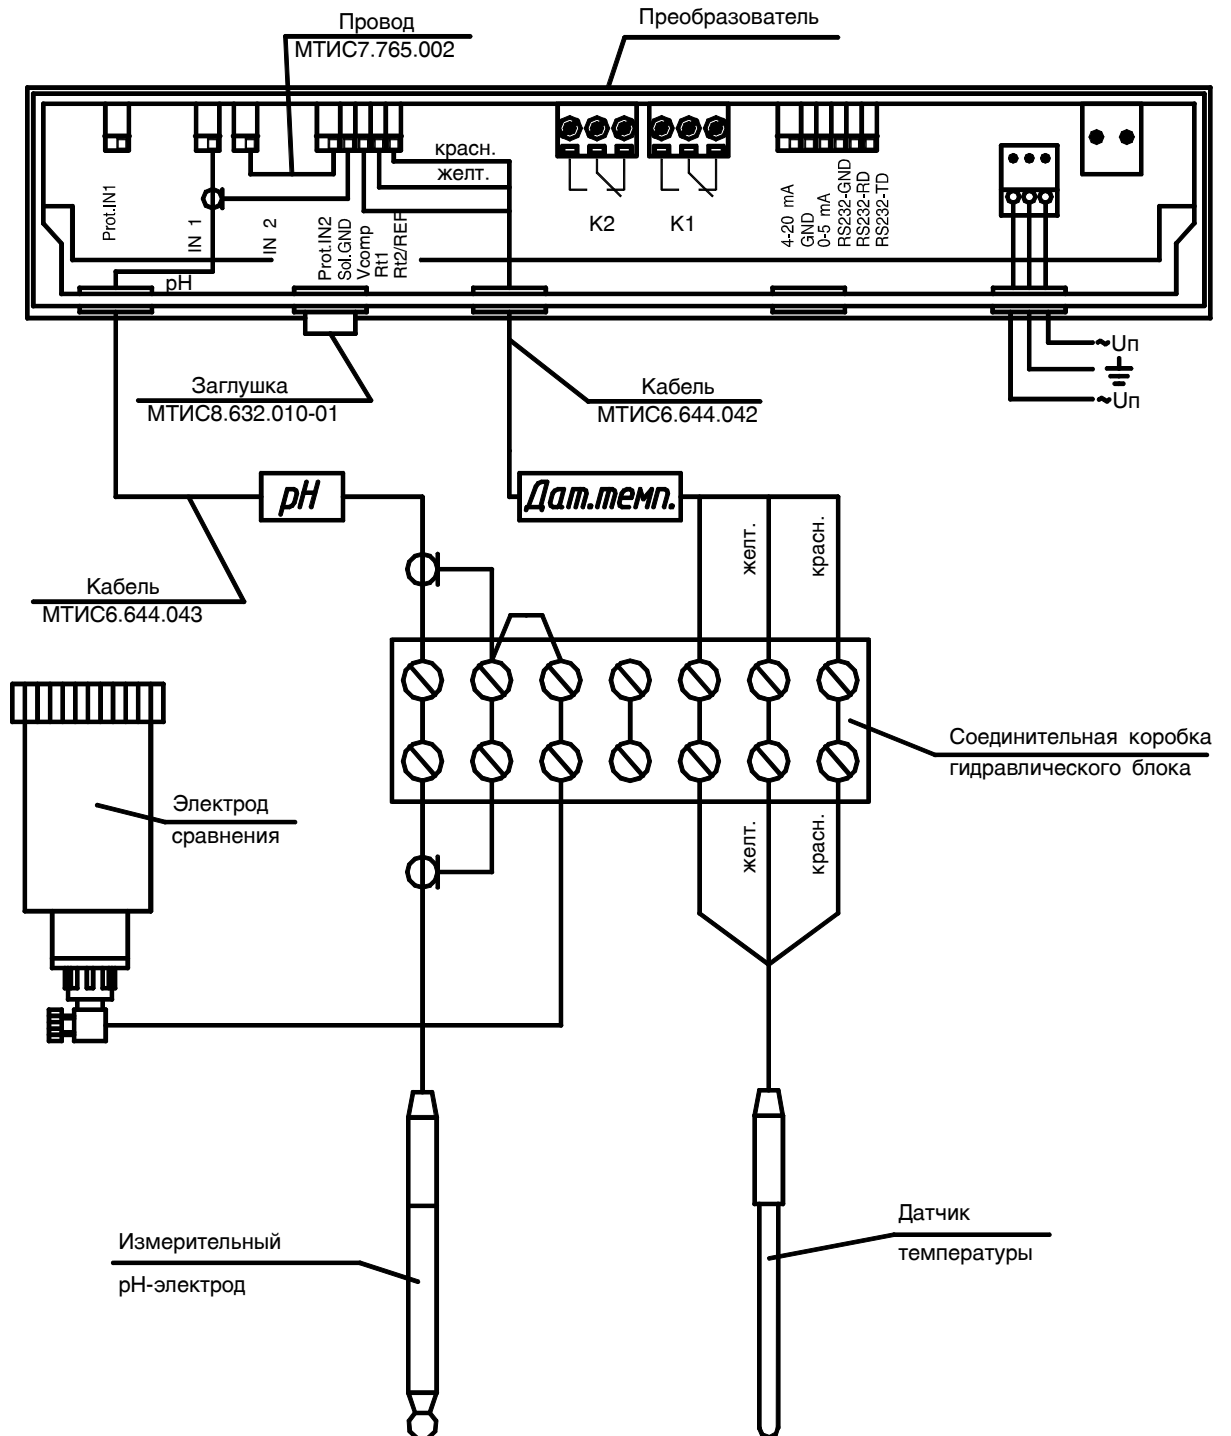

Рисунок 1 – Схема электрических соединений гидроблока БГ-7 и преобразователя П-216.3.
3.3 Монтаж электрических соединений составных частей комплекса производится в соответствии с недифференциальной схемой включения преобразователя (рисунок 1).